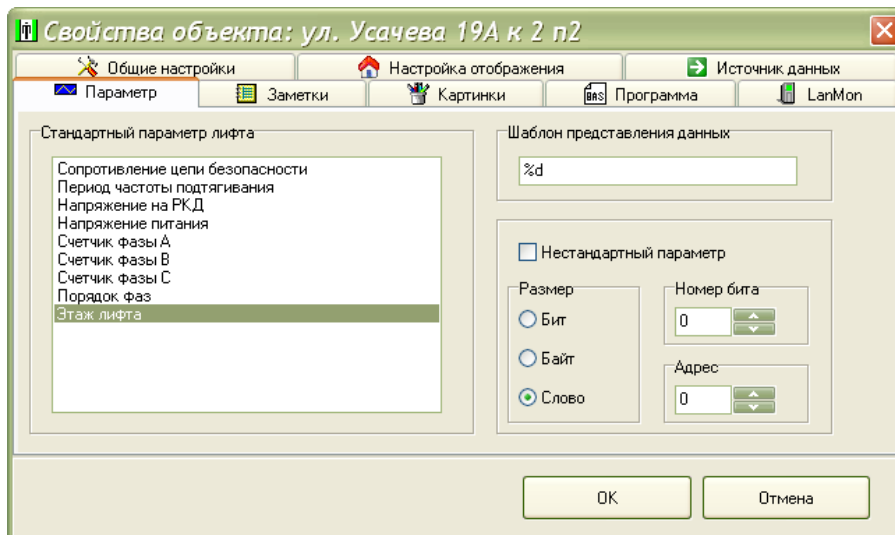

Рисунок 27
5) На вкладке «Параметр» выбрать из списка стандартный параметр лифта «Этаж лифта», шаблон представления данных «%d» (рисунок 27).